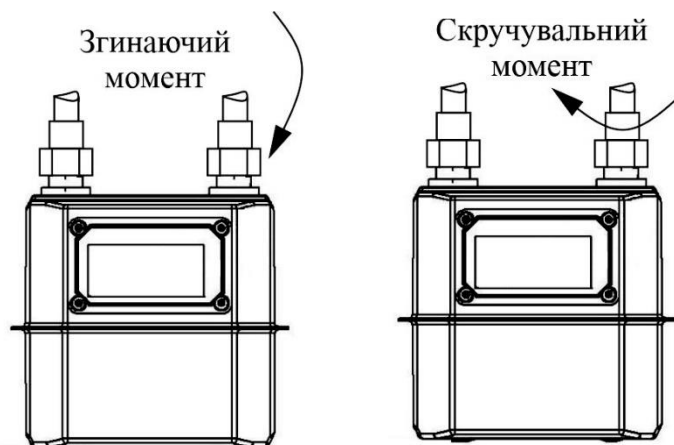

Рисунок 6. Напрямки згинаючого та скручувального моментів
6. Скручувальний момент (Рисунок 6) під час демонтажу не повинен перевищувати значень, що наводить Таблиця 4.